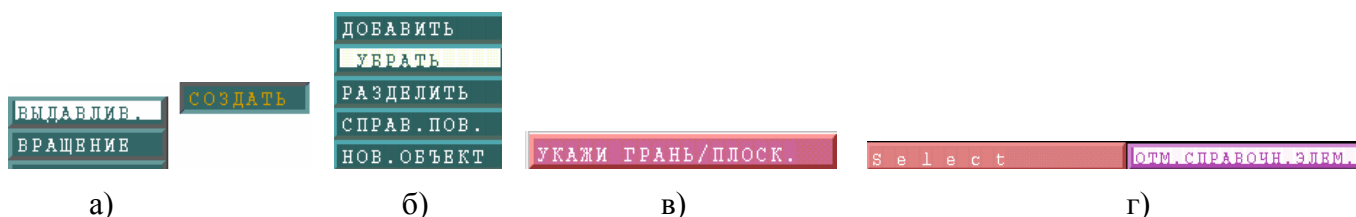
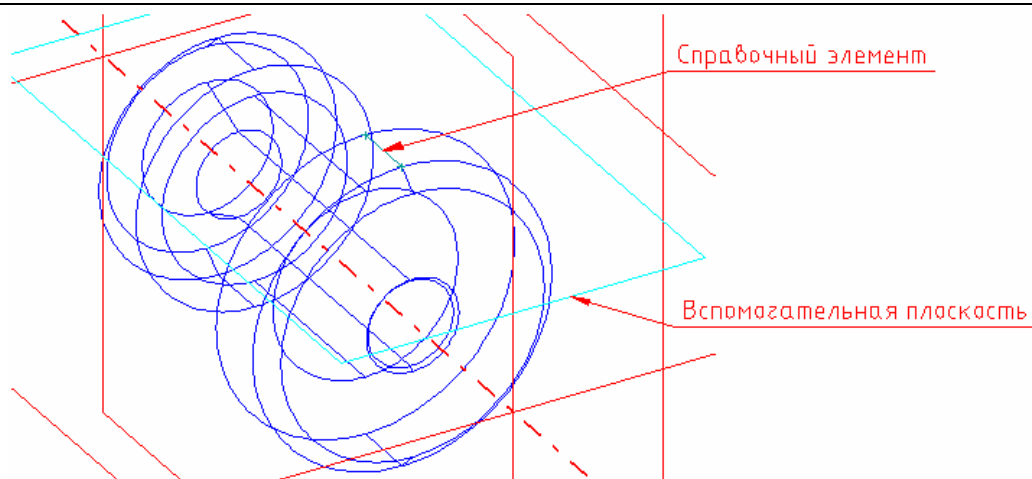

Рисунок 14 – Выбор функции выдавливания для построения паза
Рисунок 15 – Выбор вспомогательной плоскости и справочного элемента
- 1.4.2. В открывшемся меню выбираем пункт **ВРАЩАТЬ** (рисунок 14а).
1.5.7. Потом появляется меню, где выбираем пункт **ОТМ.СПРАВОЧН.ЭЛЕМ.** (рисунок 14г). В качестве справочного элемента выбираем ребро, лежащее на вспомогательной плоскости (рисунок 15).